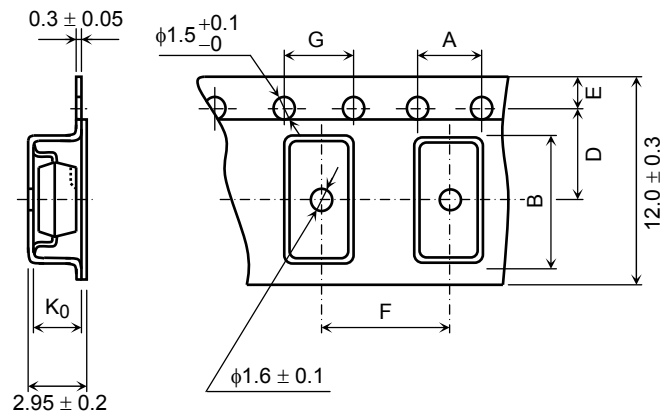

図 2 テーピング形状
- (1) テープ材質: プラスチック (静電防止仕様)
- (2) 寸法: 図 2 および表 3 に示します。